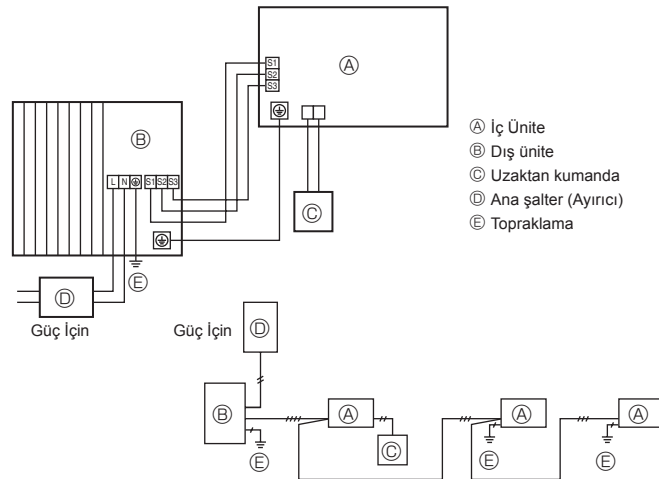

Fig. 7-1
7.1. Dış ünite (Fig. 7-1, Fig. 7-2)
- Fig. 7-1 ve Fig. 7-2'ye bakarak kabloları bağlayın.